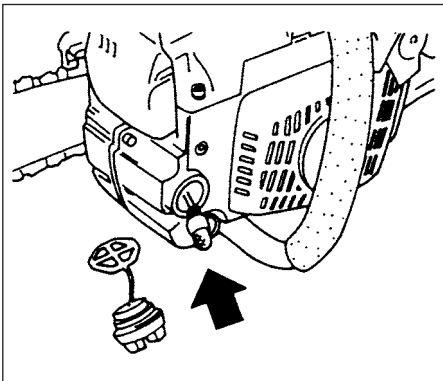

Fig.3-8
**Filtro dell'olio della catena (Fig. 3-8)**